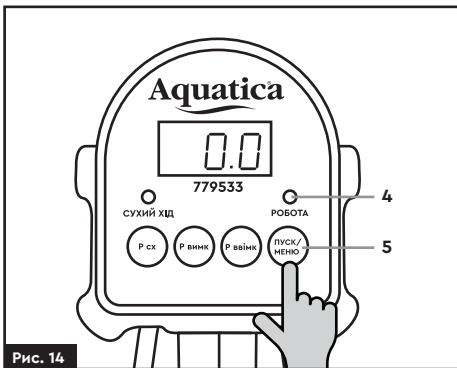

Рис. 14
- Після короткочасного натискання на кнопку «ПУСК/МЕНЮ» (5) (рис. 14) підключений насос буде працювати у автоматичному режимі. Буде блимати зелений індикатор «РОБОТА» (4) (рис. 14).